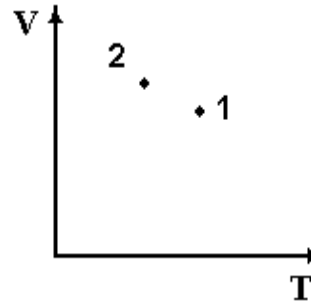

Рис. 9
2. На графике (рис. 9) при  $m = \text{const}$  и  $\rho = \text{const}$  приведены два состояния газа 1 и 2. В каком состоянии давление газа больше?